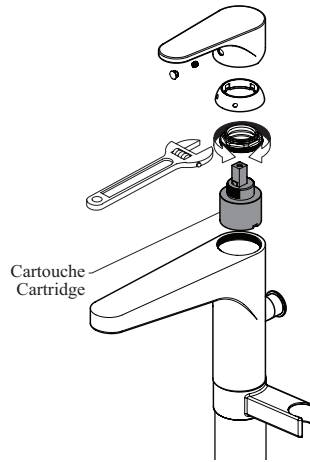

fig. 8.2
- Nettoyer le **joint torique de la cartouche** ou changer la **cartouche** si elle est endommagée (fig. 8.2).
- Clean the **cartridge o-ring** or replace the **cartridge** if damaged (fig. 8.2).